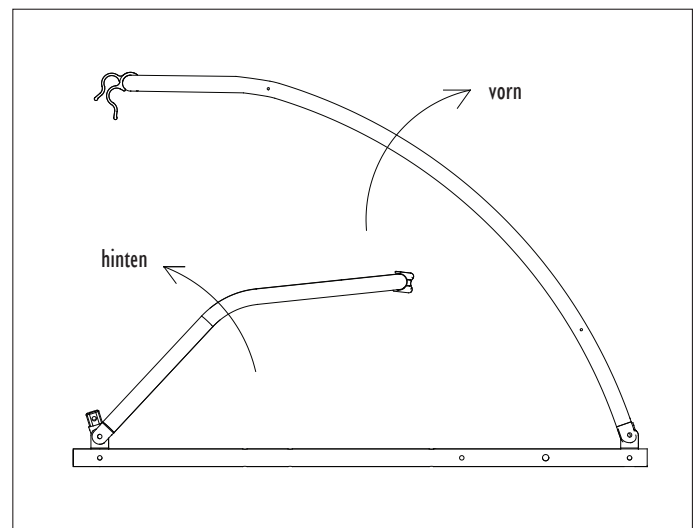

Abbildung 1
1. Klappen Sie Front- und Heckgestänge so auseinander, dass die Rohre an den beiden Kunststoffhaltern aufeinander treffen (s. Abbildung 1)